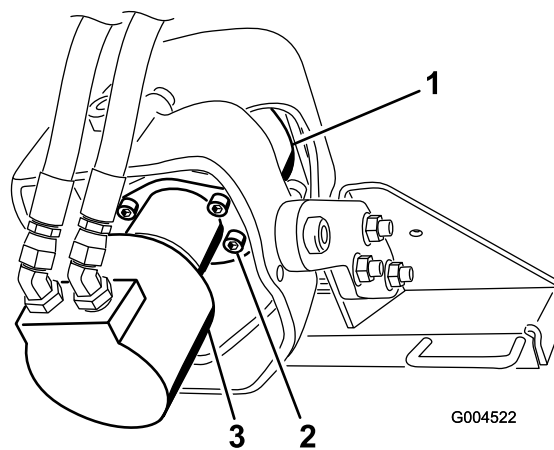

Bild 11
1. Stützen Sie den Antriebskopf über einer Ölwanne ab (Bild 11).